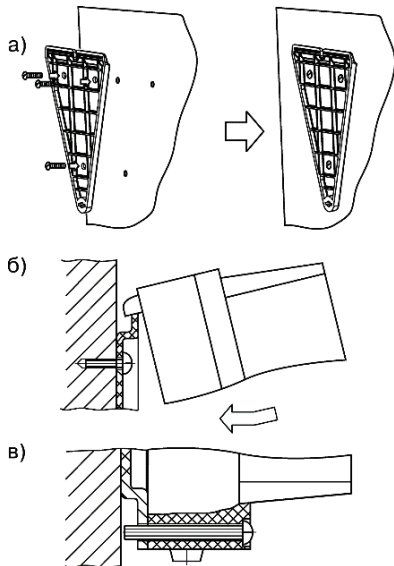

Рисунок 8.1 – Монтаж преобразователя настенного крепления
1. Закрепить кронштейн тремя винтами М4×20 на поверхности, предназначенной для установки преобразователя (см. Приложение А и рисунок 8.1, а).
2. Зацепить крепежный уголок на задней стенке преобразователя за верхнюю кромку кронштейна (рисунок 8.1, б).
3. Прикрепить преобразователь к кронштейну винтом М4×35 из комплекта поставки (см. рисунок 8.1, в).